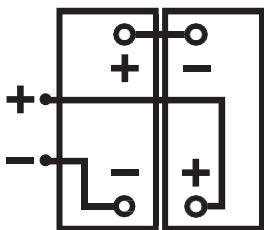

Рис. 2
3. Осторожно установите аккумулятор в батарейный отсек и расположите клеммы аккумулятора, как показано на рисунке ниже (рис. 2)